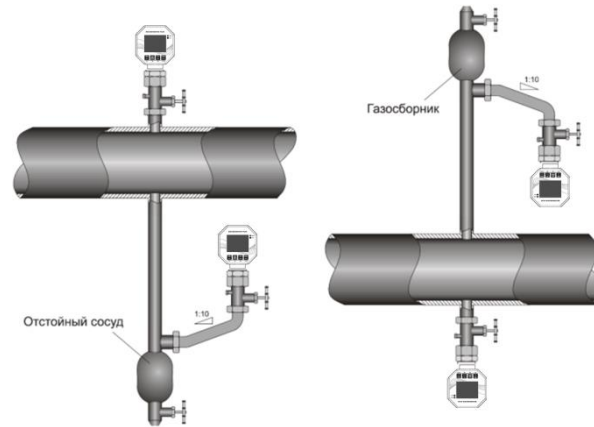

Рисунок 1. Монтаж манометра для измерения давления газа (слева) и жидкости (справа).
4.2. Механическое присоединение манометров рекомендуется производить с ориентацией, при которой соединительная линия от места отбора давления имеет односторонний уклон (≥1:10) вверх к манометру, если измеряемая среда – газ, и вниз к манометру, если измеряемая среда – жидкость (см. рис. 1.). Если это невозможно, при измерении давления газа в нижних точках соединительных линий следует устанавливать отстойные сосуды, а при измерении давления жидкости в наивысших точках – газосборники. Отборные устройства для установки манометров рекомендуется монтировать на прямолинейных участках, на максимально возможном удалении от насосов, запорных устройств, колен, компенсаторов и других гидравлических устройств.